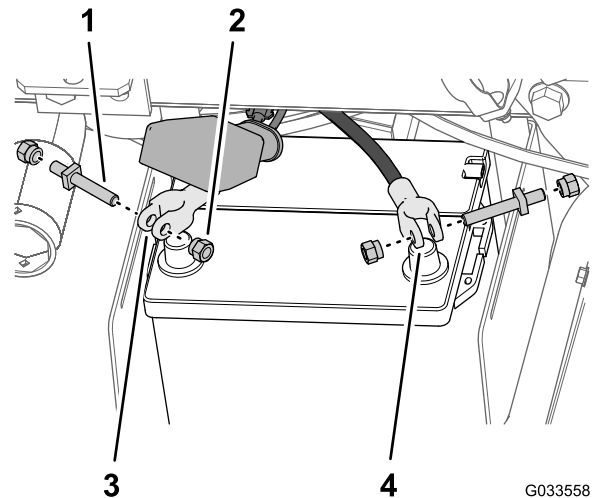

Bild 30
5. Bringen Sie eine Polschraube und eine Klemmmutter lose an den Klemmen des Plus- und Minuskabels der Batterie an (Bild 30).